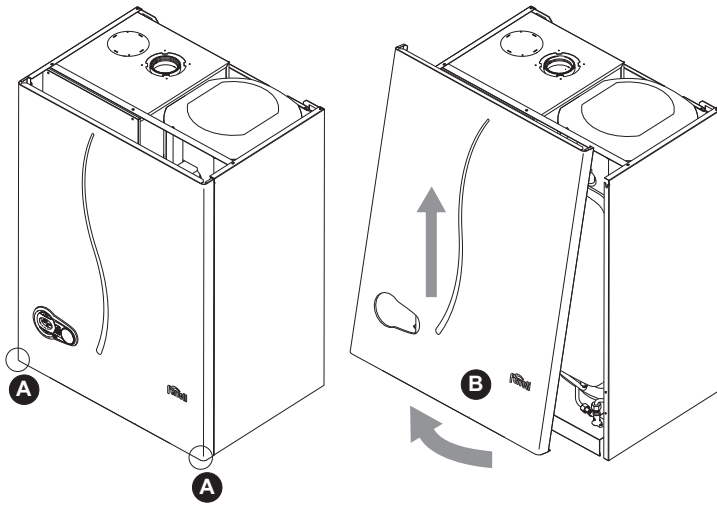

fig. 21 - Openen van het voorpaneel
1. Draai de schroeven **A** los (zie fig. 21).